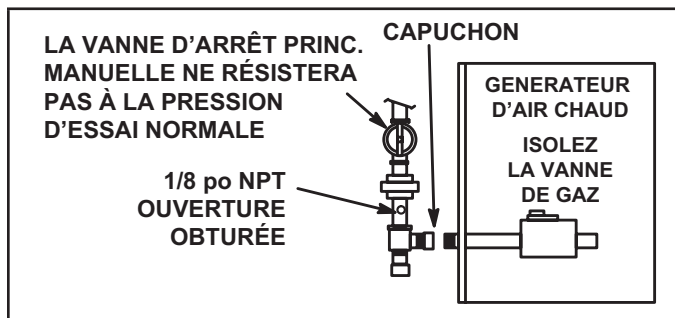

Figure 55
- 5 - La vanne de gaz est équipée d'une prise fileté de 1/8 po NPT pour le raccordement d'un manomètre d'essai. Reportez-vous à la Figure 55.
Débranchez et isolez la canalisation de gaz de la vanne de gaz avant l'essai de pression de la canalisation. Reportez-vous à la Figure 55. Les pressions supérieures à 0,5 psig (3,48 kPa) peuvent endommager la vanne de gaz.